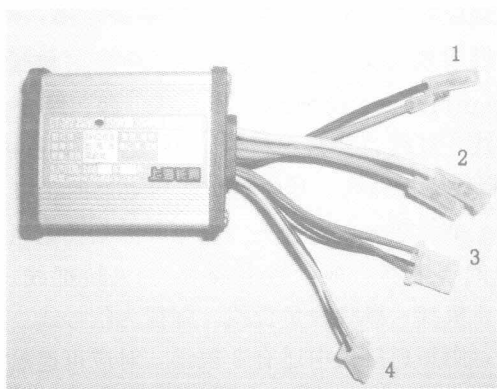
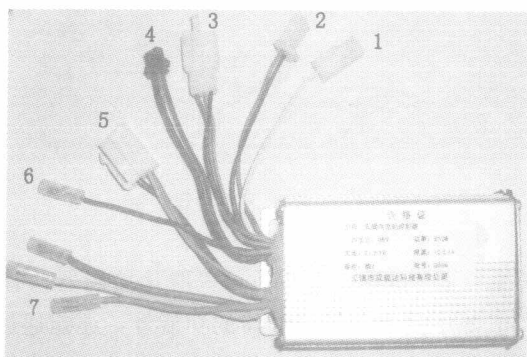

图 1-16 有刷控制器
图 1-19 无刷无霍尔控制器
电动自行车的有刷电动机和无刷电动机必须配套不同的控制器。图 1-16 至图 1-19 列举出了各种有刷控制器和无刷控制器的外观、接线。实际使用中的控制器品种繁多，各型号控制器的功能组合不尽相同，有些信号线的颜色也没有严格统一的标准，但读者通过了解下面介绍的几种控制器，可以对接线做到举一反三，因为各类接线在粗细、线组根数、颜色上都形成一定规律。
(1) 有刷控制器。外形见图 1-16，接线说明：1—电源线。2 根粗线，其中红线为正极接电源锁，黑线为负极接电池负极。2—电机线。2 根粗线，其中黄线为正极，接电机正极线，蓝线为负极，接电机负极线。3—转把线。3 根细线，其中红线为正
(4) 无刷无霍尔控制器。图 1-19 的无霍尔控制器是一种改